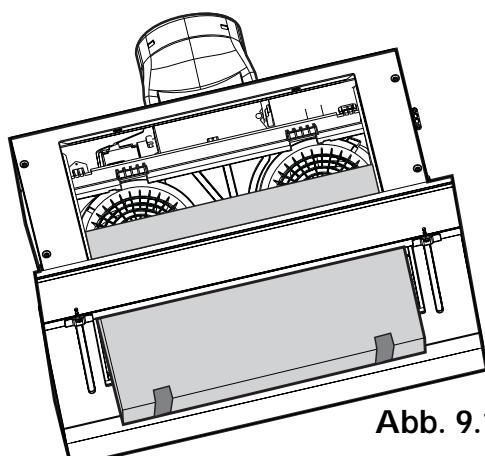
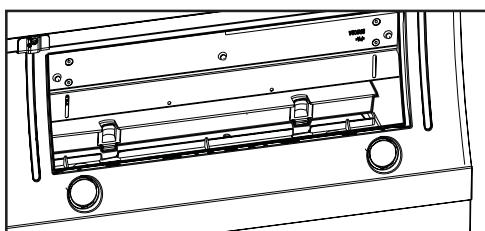

Abb. 9.1
Abb. 9.2
3. Haken Sie den Kohlefilter in die oberen Haken **T** (**Abb. 9.1**) ein und lassen Sie ihn in die unteren Haken einrasten **S** (**Abb. 9.2**).